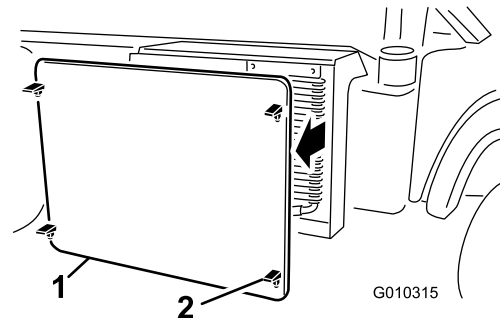

Figura 68
5. Sganciate e togliete la griglia del radiatore dalla parte anteriore del radiatore (Figura 68).